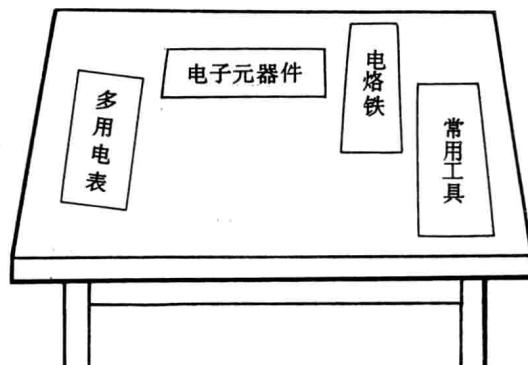

图 1-9 工具、器材的位置
1. 焊接元器件和以后制作电子作品，需要用到的工具、器材比较多。为了便于操作，避免发生伤害事故或烫坏元器件，在操作过程中，要随时把暂时不用的工具器材安放在固定的位置，不要随便乱放。图 1-9 给出了工具器材的安放位置，供参考。